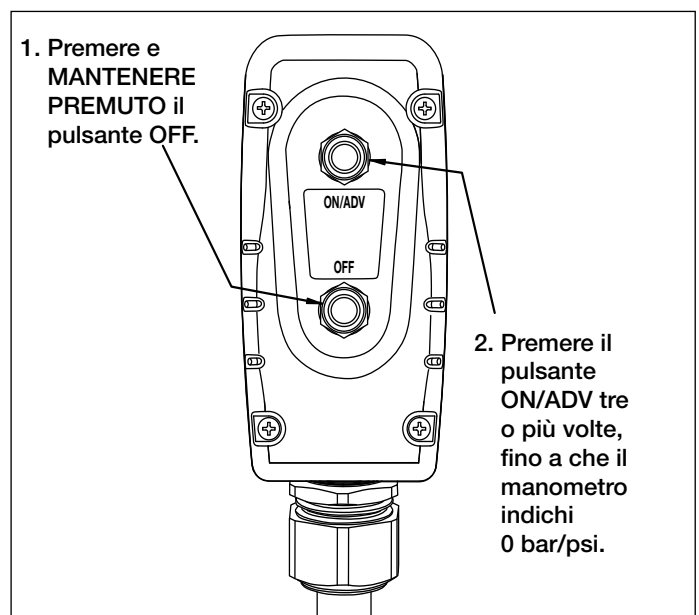

Figura 9, Scarico della pressione
- Premere e mantenere premuto il pulsante "OFF". Vedere la Figura 9.